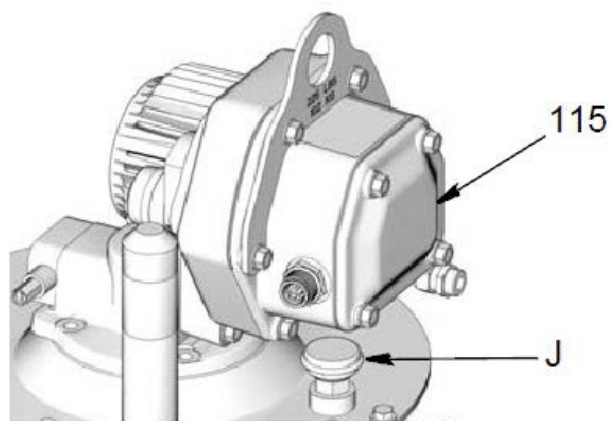

Рис. 43
Примечание: После правильной установки насоса дыхательный аппарат будет располагаться (J) ниже блока управления (115), как показано на рис. 43.